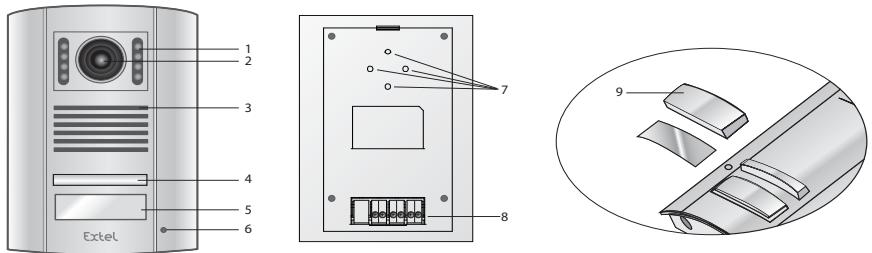

Fig. 4
a. Installation de la platine de rue (fig. 4)
1. Enlever la vis sous la platine de rue (1)
2. Basculer la platine de rue vers l'avant (2)
4. Fixer solidement la visière antipluie à l'aide de vis (3) et mettre un joint silicone* (4) entre la visière et le mur afin d'éviter le ruissellement de l'eau. *Ne pas utiliser de silicone à base d'acide acétique (odeur de vinaigre).
6. Emboîter la platine de rue (5) sur sa visière antipluie (6).
7. Remettre la vis de fixation (7).